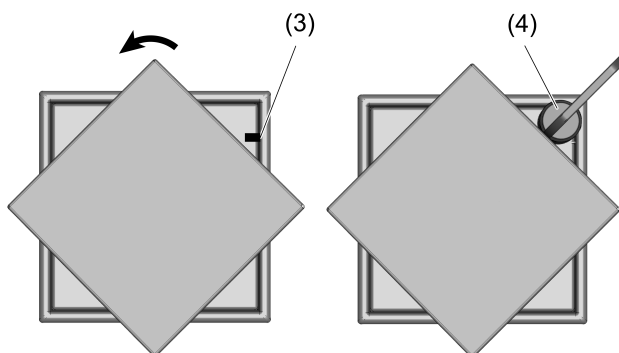

Bild 2: Lichtaufsatz demontieren
- Lichtaufsatz um 45° drehen, um die Markierung (3) frei zu legen (Bild 2).
- Magnet (4) auf Höhe der Markierung (3) auf die Abdeckung aufsetzen bis ein Klicken zu hören ist.